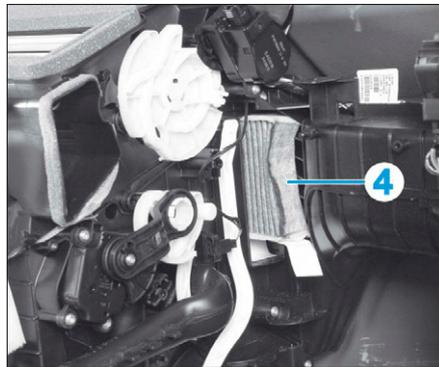

FIG. 3
- le filtre à air supérieur d'habitacle (4) (Fig.3),